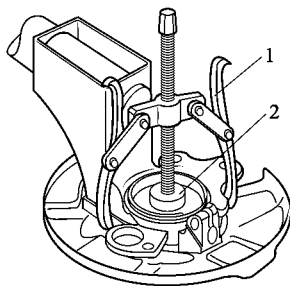

图 7-31 拆卸前轮毂及
(3) 拆卸前轮毂及齿圈
① 如图 7-31 所示,拆带齿圈的前轮毂用 200 mm 拉具(顶拔器)1 的两个活动臂先钩住前轮轴承壳中的两边(只有一个位置才能钩住)。
② 在前轮毂要压出的中心放一块专用压块 2。
③ 转动顶尖,使拉具顶住专用压块,将前轮毂连同齿圈一起顶出。
④ 拆下齿圈的十字槽固定螺栓。
(4) 拆卸和安装前轮转速传感器 前轮转速传感器左、右不能互换、零件也不同。